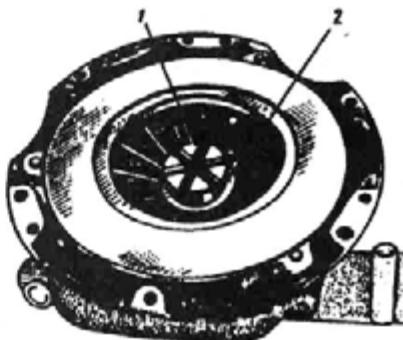

Рис. 86. Установка приспособления для закернивания центральной втулки при сборке:
- вверните направляющую 1 (рис. 86) для закернивания в основание приспособления до отказа, прижав центральную втулку 2 до упора в торец фланца опорной пяты;